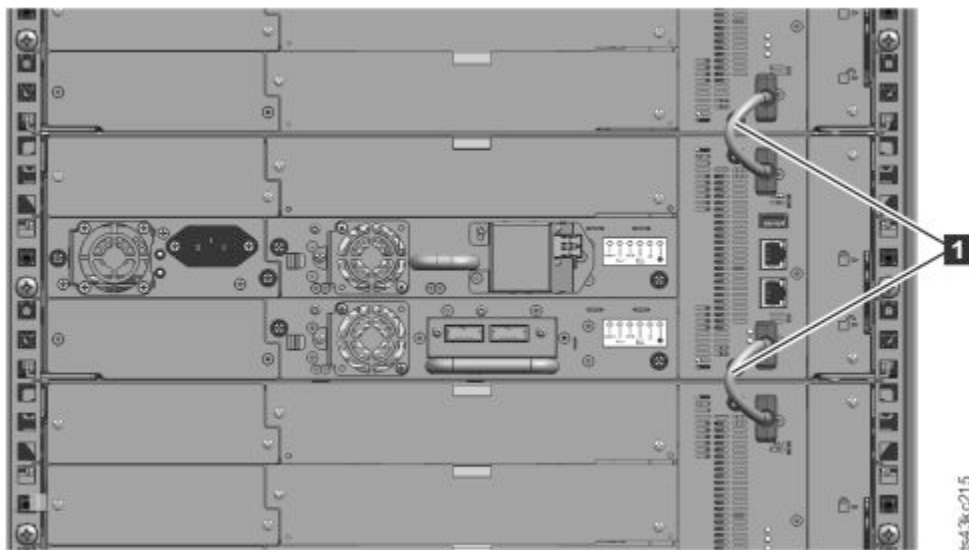

Figura 47. Módulos conectados
5. Desde la parte posterior de la biblioteca, conecte los módulos de cada par a su módulo adyacente utilizando los cables de interconexión de expansión **(1)** como se muestra en Figura 47 en la página 56.